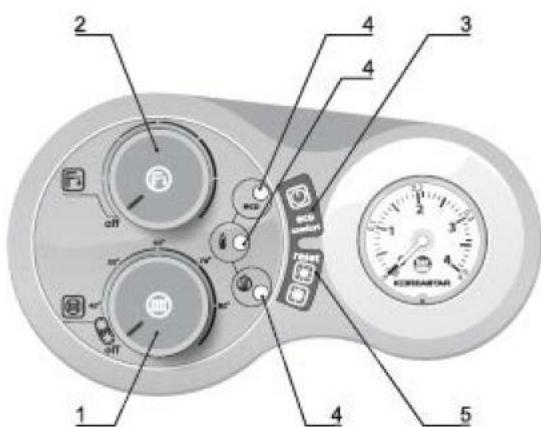

Рис. 3. Общий вид панели управления
- Нажмите кнопку включения (см. рис. 3 поз. 3) и удерживайте ее, пока котел не включится;
Если на панели управления отобразится ошибка (см. разд. 5.3), нажмите кнопку RESET («Сброс») (см. рис. 3 поз. 5) или устраните причины, вызывающие возникновение ошибки. В следующие 30 секунд система повторит цикл розжига.
- Поверните на минимум обе ручки (см. рис. 3, поз. 1 и 2);
- Нажмите и удерживайте в течение 5 секунд кнопку выключения котла  (см. рис. 3 поз. 3);
С помощью ручки регулировки ОВ (см. рис. 3, поз. 1) можно изменить температуру с минимальной 30 °C до максимальной 90 °C. Не рекомендуется настраивать котёл на работу при температуре ниже 45 °C.
С помощью ручки регулировки ГВС (см. рис. 3, поз. 2) можно изменить температуру с минимальной 35 °C до максимальной 55 °C.
В зависимости от положения ручек регулировки ОВ и ГВС (см. рис. 3, поз. 1 и 2) можно выключить котёл, переключить режимы Лето/Зима или отключить ГВС.
Давление в системе ОВ контролируется по показаниям манометра, расположенного на передней панели котла (см. рис. 3).
Некоторые ошибки вызывают выключение котла. В этом случае пользователь должен вручную перезагрузить котел, нажав кнопку «RESET» (Сброс) (см. рис. 3 поз. 5).
Неисправен или некорректно работает электрод розжига-ионизации	<ul style="list-style-type: none"> Нажмите кнопку «RESET» (Сброс) (см. рис. 3 поз. 5). Если ошибка повторяется, то обратитесь в сервисный центр.
Неисправен газовый клапан	<ul style="list-style-type: none"> Нажмите кнопку «RESET» (Сброс) (см. рис. 3 поз. 5). Если ошибка повторяется, то обратитесь в сервисный центр.
Сбой в работе или неисправность платы управления	<ul style="list-style-type: none"> Нажмите кнопку «RESET» (Сброс) (см. рис. 3 поз. 5). Если ошибка повторяется, то обратитесь в сервисный центр.
Недостаточная циркуляция воды в системе отопления	<ul style="list-style-type: none"> Проверьте давление в системе отопления. Давление в системе отопления должно составлять 1,5 бар (150 кПа). Откройте все запорные краны, препятствующие нормальной циркуляции теплоносителя. Нажмите кнопку «RESET» (Сброс) (см. рис. 3 поз. 5). Если ошибка повторяется, то обратитесь в сервисный центр
<ul style="list-style-type: none"> Нажмите кнопку «RESET» (Сброс) (см. рис. 3 поз. 5). Если ошибка повторяется, то обратитесь в сервисный центр.